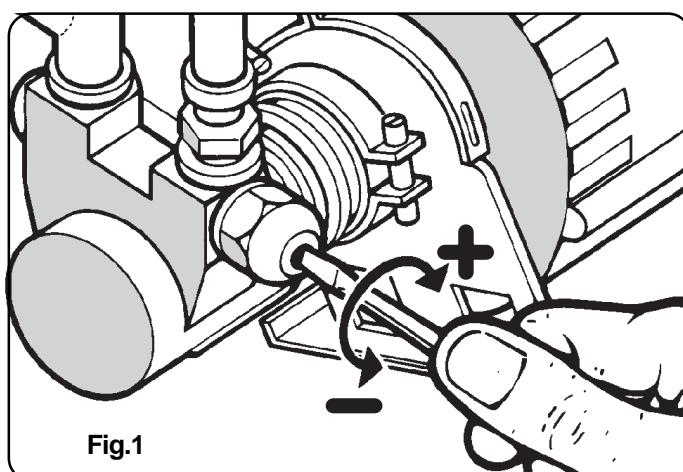

Fig.1
Die Pumpe ist mit einem By-pass-Ventil versehen, das zur Regulierung des maximalen Förderdrucks dient. Der voreingestellte Druck beträgt 3,5 bar und kann über die Schraube (G) auf der Pumpe verändert werden (siehe Abb. 1).